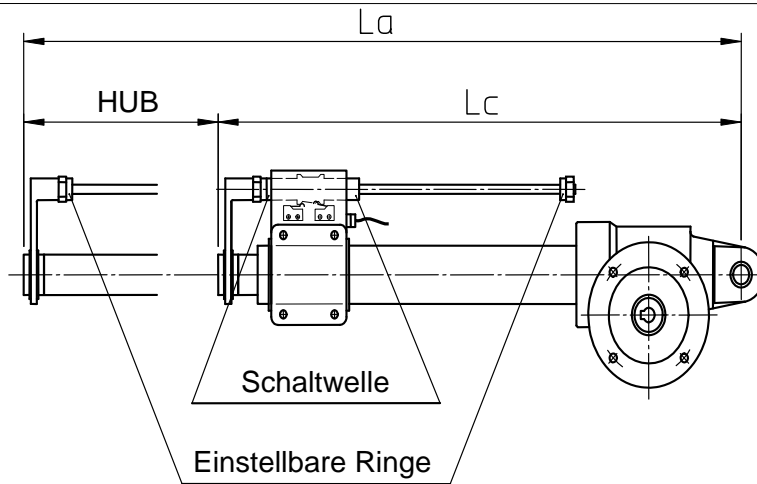

Bild 1.5: Linearantrieb mit elektrischen Endschalter
- Wenn erforderlich ändern Sie die Position der einstellbaren Ringe (siehe Fig. 1.5) des elektrischen Endschaltes, um die Endposition des Linearantriebs zu begrenzen;